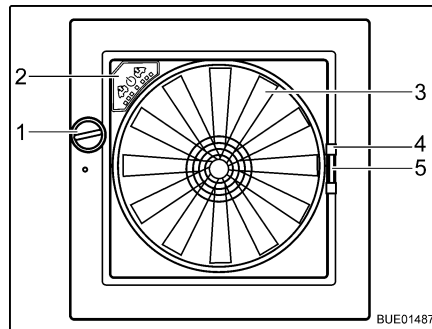

Fig. 119 Claraboya Omni-Vent
- Abrir:** ■ Girar el botón giratorio (Fig. 119,1) hasta alcanzar el ángulo de apertura deseado.
- Cerrar:** ■ Girar el botón giratorio (Fig. 119,1) hasta que la claraboya esté completamente cerrada.
- Cerrar:** ■ Tirar del tirador (Fig. 119,4) de la protección contra insectos hacia el lado opuesto del marco.
- Cerrar:** ■ Comprimir el tirador (Fig. 119,5) del oscurecedor.
Ventilador Cuando la claraboya está abierta, el interior se puede ventilar y purgar de aire con el ventilador de 6 niveles (Fig. 119,3). El ventilador se maneja a través del cuadro de mando (Fig. 119,2).